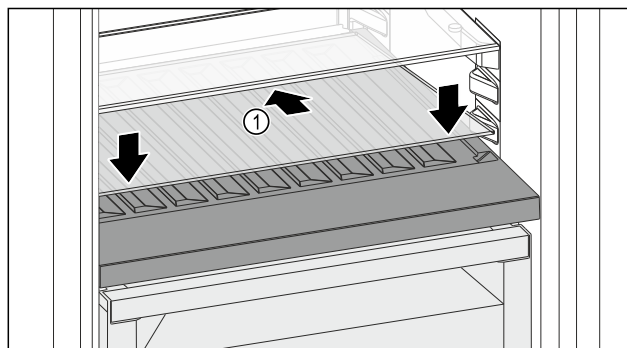

Fig. 228
- Vendosni pllakën e xhamit Fig. 228 (1) pjerrtas, dhe të anuar për poshtë në pjesën prapa.
- Ulni poshtë pllakën e xhamit Fig. 228 (1) përpara.